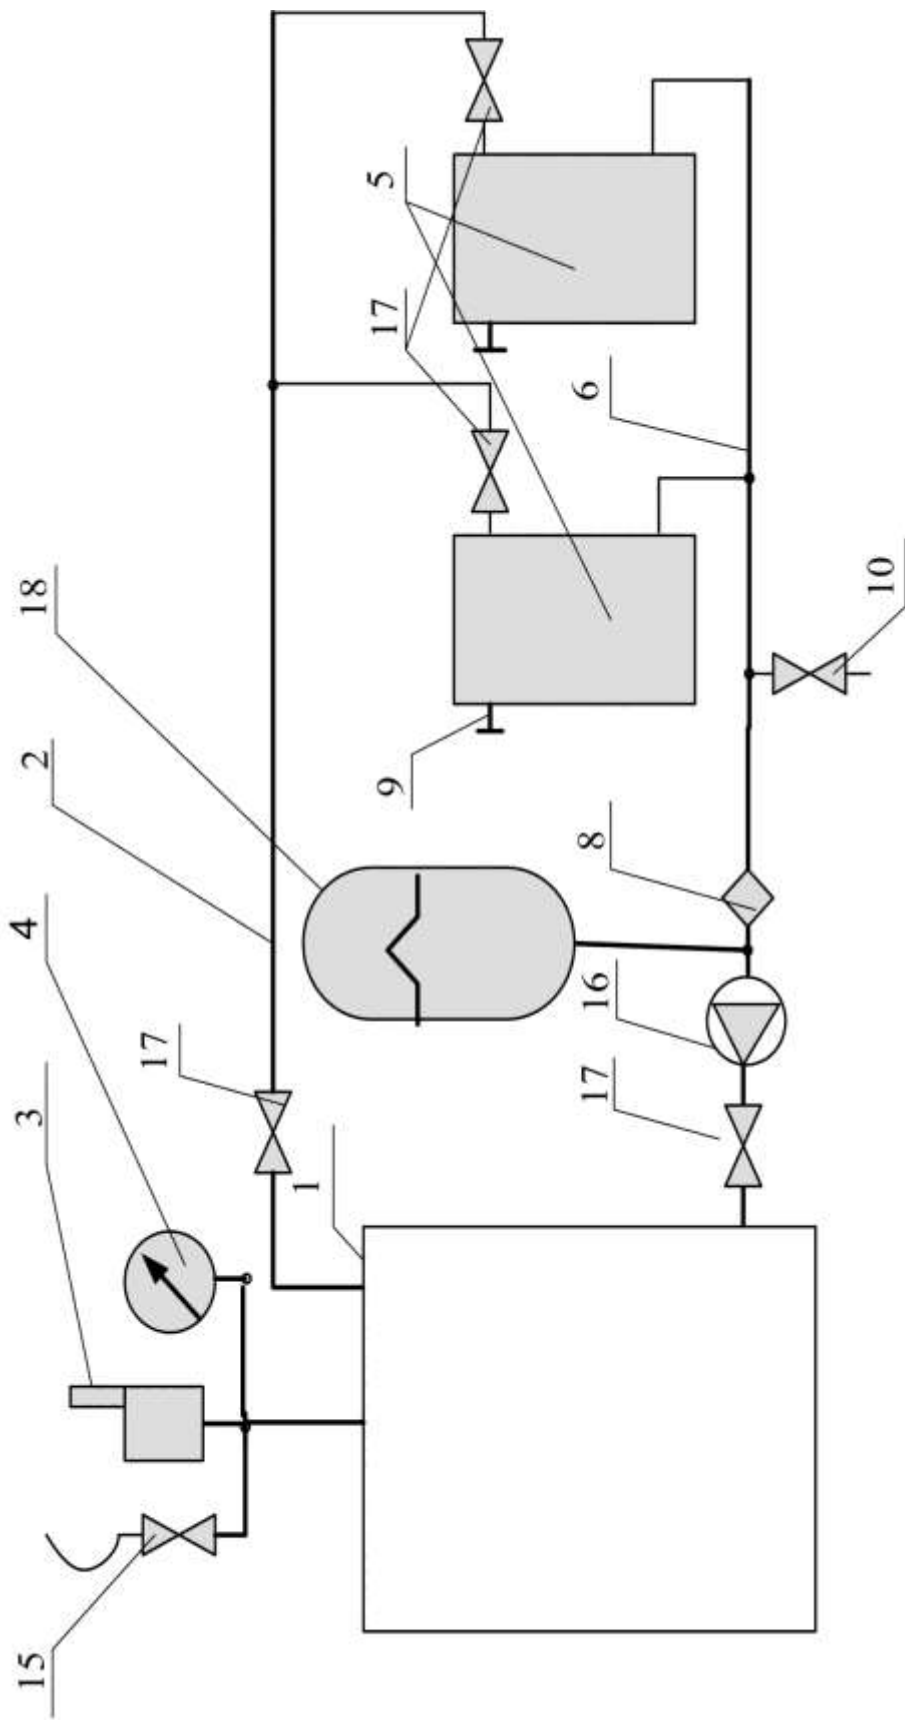

Рисунок 5. Рекомендуемая схема монтажа аппарата в закрытой системе отопления с принудительной циркуляцией теплоносителя
6.10 Для закрытых систем отопления **обязательно** оснащать систему блоком безопасности, включающим в себя развоздушиватель, манометр и предохранительный клапан на давление срабатывания 2,0 кгс / см². (Поз.3, 4, 15 рисунок 5)